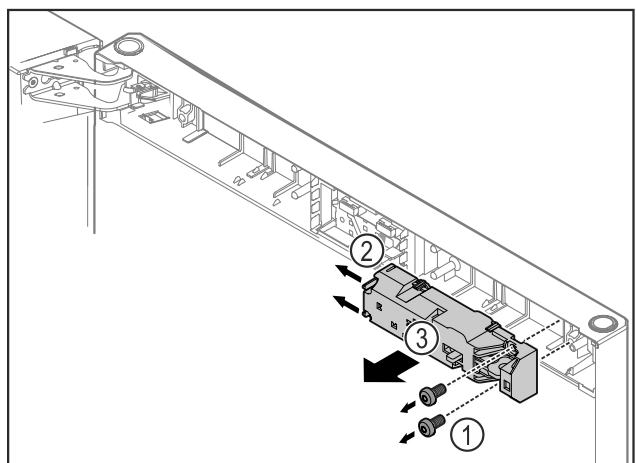

Fig. 12
- ▶ Odstraňte šrouby Fig. 12 (1).
- ▶ Nosy zářezky Fig. 12 (2) stlačte na stranu a sejměte dálkový zámek Fig. 12 (3).